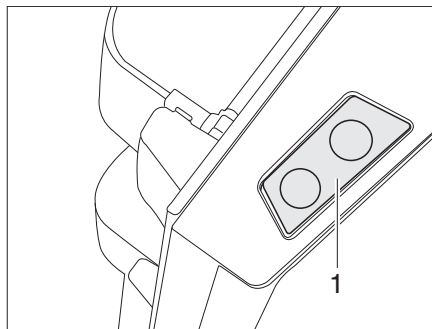

Fig. 324 Touche de déverrouillage de la porte du réfrigérateur (Dometic Série 8)
**Ouvrir :** ■ Appuyer sur la touche de déverrouillage (Fig. 324,1) et ouvrir le réfrigérateur.